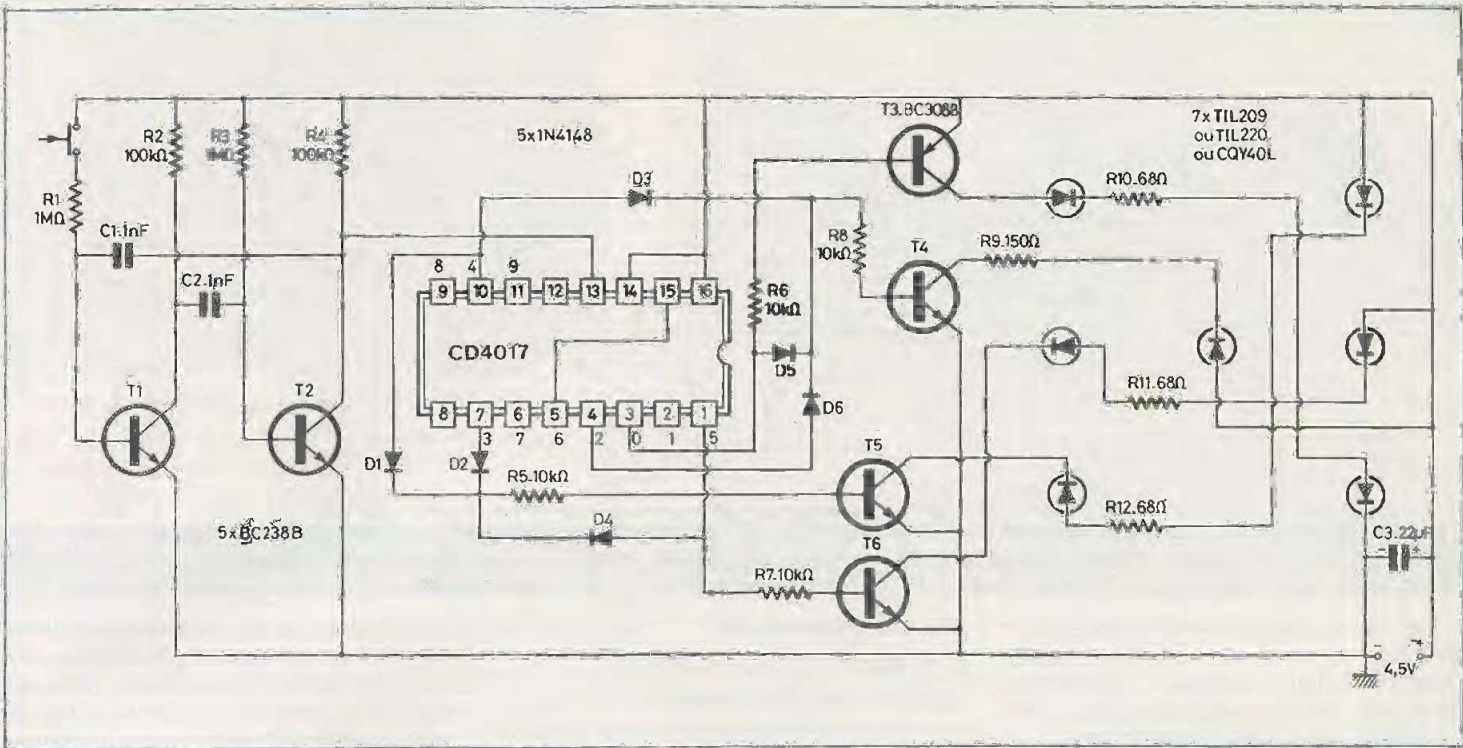

Fig. 1. - Dé électronique comportant un multivibrateur à transistors, un compteur de 10, un décodage et un affichage par 7 diodes lumineuses.
La figure 1 montre le schéma d'un dé qui est, certes, plus complexe que certaines autres réalisations, mais qui a l'avantage d'utiliser un circuit logique CMOS (CD 4017), d'où consommation pratiquement nulle pour la partie « logique » de l'engin et, surtout, la possibilité d'alimenter par une pile bien classique de 4,5 V.
Cette touche est, certes, un composant très simple, mais si vous prenez la peine de consulter les pages d'annonces de cette revue, vous trouverez sans peine des fournisseurs qui vendent un BC 308 B encore moins cher qu'une telle touche. D'où la possibilité économique d'une solution élégante : la touche d'effleurement. La figure 2 montre que c'est le BC 308 B qui remplace la touche de la figure 1 par sa voie émetteur-collecteur, alors que sa base se trouve reliée,
Quant au dé de la figure 1, on arrive déjà à le « piper » en modifiant une seule connexion : au lieu de relier la broche 15 à la broche 5, on la relie à la broche 6, sur laquelle le compteur décode le « 7 ». Dans ces conditions, le dé fonctionne avec 7 positions ; mais comme la septième position correspond à un plot (5) non connecté, elle est équivalente à la deuxième (plot 2), et le dé affiche alors un « 2 ». En d'autres termes, le « 2 » revient deux fois à chaque cycle de comptage. On l'obtiendra donc, statistiquement, à peu près deux fois plus souvent que toutes les autres valeurs.
**Fig. 2. à 4. - Pour pouvoir commander le montage de la figure 1 par une touche d'effleurement, il suffit d'y ajouter un transistor et une résistance. Exemple de trucage, multipliant par 2 la fréquence des « 6 ».**
Certes, il existe d'autres moyens. Le principe de la touche d'effleurement, mentionné plus haut, peut fonctionner avec des vis d'assemblage d'un boîtier, avec des décors métalliques. Et le joueur averti, qui pose ses mains d'une certaine façon sur le boîtier du dé, peut alors déclencher un système de portes logiques qui effectue sur le montage de la figure 1 la modification électrique correspondant au schéma de la figure 3.
Pour la mise en œuvre de ce principe, il suffit de modifier le multivibrateur de la figure 1. La figure 4 montre qu'on polarise maintenant T1 par un transistor T8 dont le circuit de base comporte une forte capacité, C4. Quand on manœuvre la touche d'effleurement, T7 charge C4, T8 se trouve saturé et T1 fonctionne avec polarisation normale. Quand on lâche la touche C4 se décharge lentement dans R14, d'où diminution de la tension de base de T8. Consécutivement, l'intensité de collecteur de T8 diminue d'une façon à peu près exponentielle, et comme cette inten-
**Fig. 5. - Platine imprimée du dé électronique à effet de suspense réunissant les schémas des figures 1 et 4. Implanter les LED très « haut sur pattes », de façon qu'elles puissent émerger de la paroi supérieure du boîtier.**